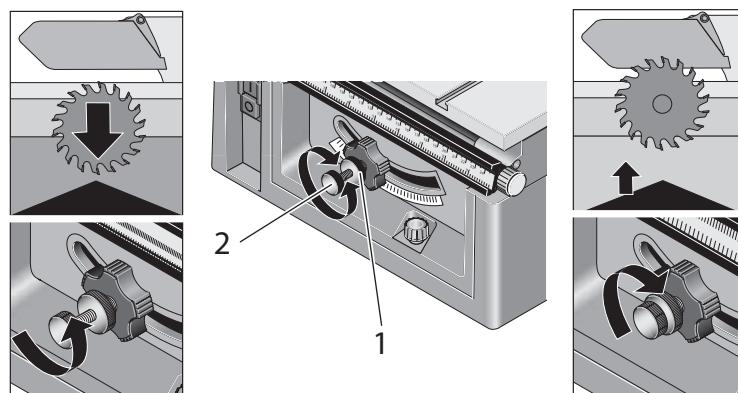

Abbildung 2: Höhenverstellung des Sägeblattes
- a) Die größere Verstellschraube 1 (Abbildung 2) an der vorderen Bedienfläche lösen und aufdrehen